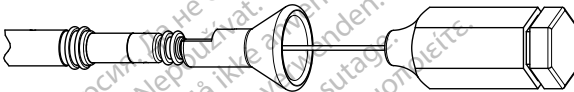

Figura 2. Introducción del estilete
- Introduzca el estilete elegido a través del extremo terminal del conector o del conductor del estilete, en caso de que lo esté utilizando (Figura 2 Introducción del estilete en la página 14).